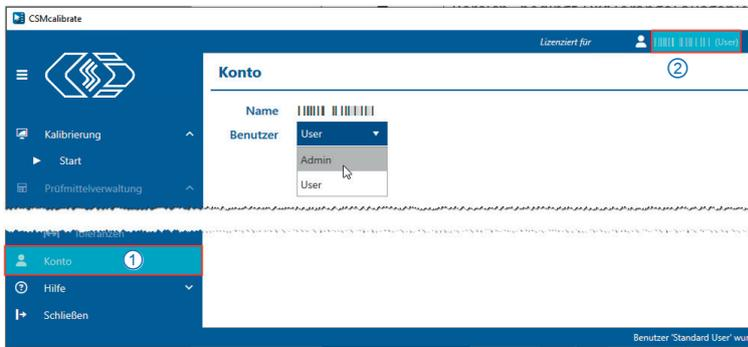

Abb. 3-29: Menü **Konto**
☞ Klicken Sie links im Menü auf die Option **Konto** (Abb. 3-29, ①) oder in der Kopfzeile rechts auf das Feld, in dem der Name des aktuell eingeloggten Benutzers angezeigt wird (Abb. 3-29, ②).